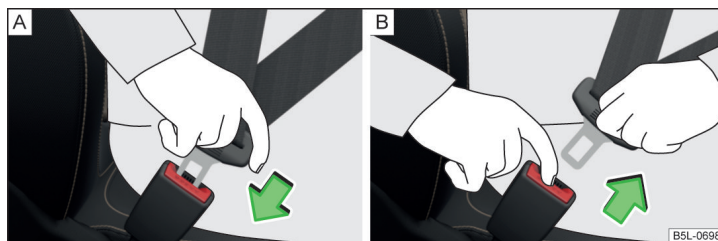

Fig. 5 Fixarea sau desfacerea centurii de siguranță
- Introduceți clema de fixare în catarama aferentă a centurii de siguranță » fig. 5 - A până când se fixează cu un declic.
- Apăsăți tasta de culoare roșie de pe catarama centurii » fig. 5 - B, lamela de fixare sare afară.